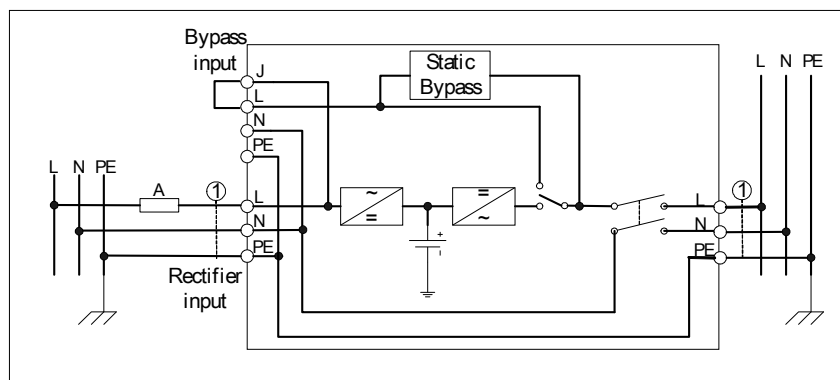
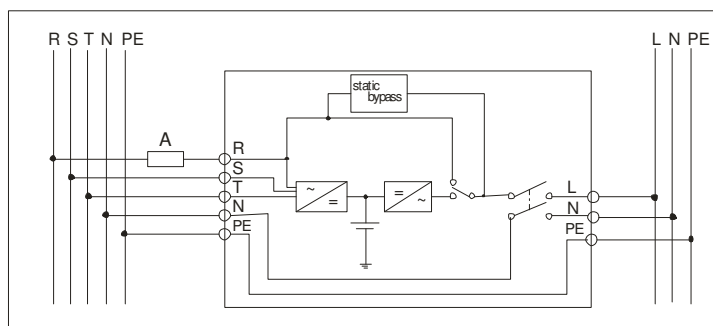

Fig. 3
Fig. 4.
- Scegliere il luogo d'installazione dell'ups in virtù delle caratteristiche dell'impianto elettrico. Il valore di potenza richiesta dall'ups, richiede un impianto elettrico con caratteristica di tipo "industriale" e non "civile". Verificare, consultando le figure 3, 4 e la tabella 1 del manuale che l'impianto elettrico esistente ne consenta l'installazione.
- La Fig. 3 illustra il sistema di alimentazione tipo ingresso monofase - uscita monofase. La fig. 4 indica il collegamento dell'ups con ingresso trifase + neutro - uscita monofase. Connettere l'UPS a seconda del tipo MM o TM come indicato negli schemi. Le protezioni da inserire nel quadro d'alimentazione devono essere dimensionate secondo quanto indicato nella tabella 1 relativamente alla configurazione d'ingresso e d'uscita dell'ups.